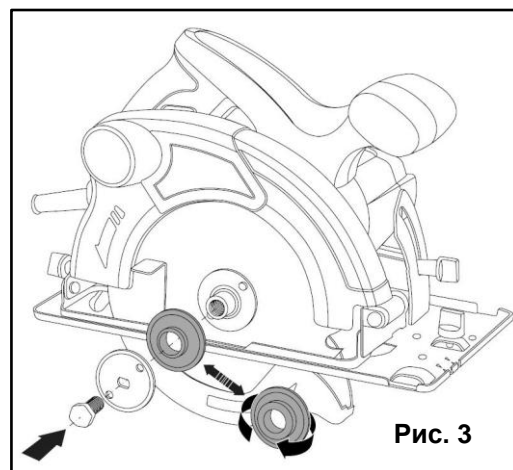

Рис. 3
- С помощью ключа, надёжно закрутите крепёжный винт по часовой стрелке (См. Рис. 3)